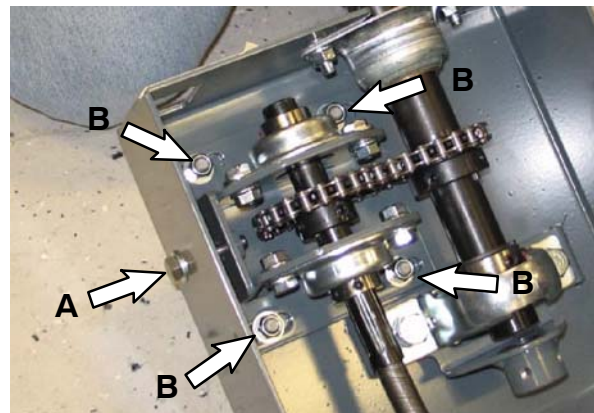

ABB. 35
- Neuere Modelle:** Ziehen Sie die Spannteile der Lenkung (A) fest und ziehen Sie anschließend die Kleinteile (B) mit (24 Nm / 18,5 ft lbs) fest, um das Stützplattengehäuse am Lenkkanal zu befestigen. (Abb. 35)